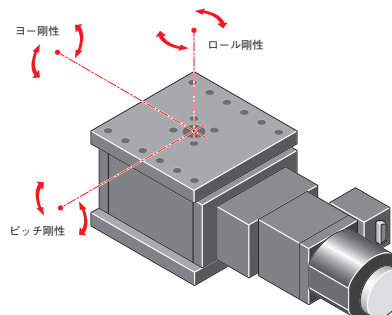

図3-16-2 モーメント剛性
3.16-2 Z昇降ステージのモーメント剛性【図3-16-2】